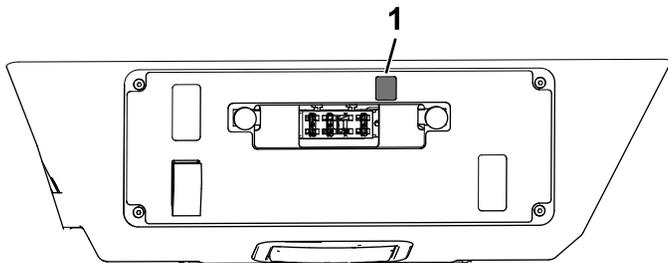

Bild 24
2. Bringen Sie die Aufkleber 145-7727 auf der Konsole an, wie in Bild 24 dargestellt.